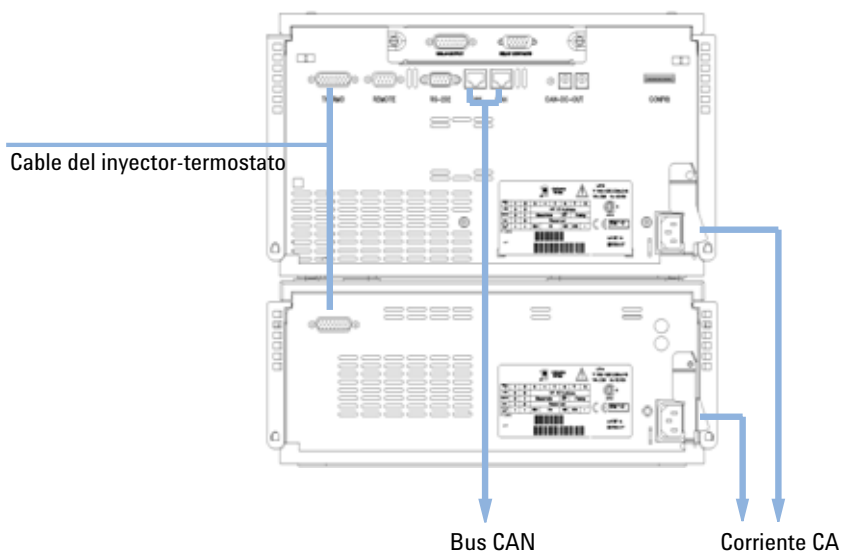

Figura 15 Conexión a la parte posterior del inyector automático
- 13 Conecte el cable entre el inyector y el termostato, consulte Figura 15 en la página 50.